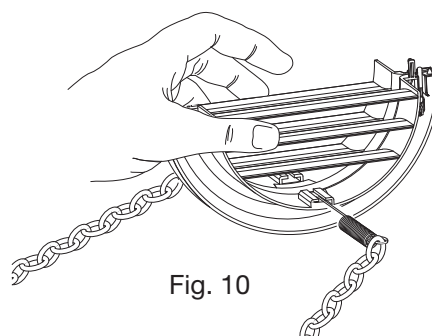

Fig. 10
- Piega indietro le griglie esterne, afferrandole con la mano libera nel punto in cui si piegano e inserisci le dita all'interno delle singole alette. (Fig. 10)